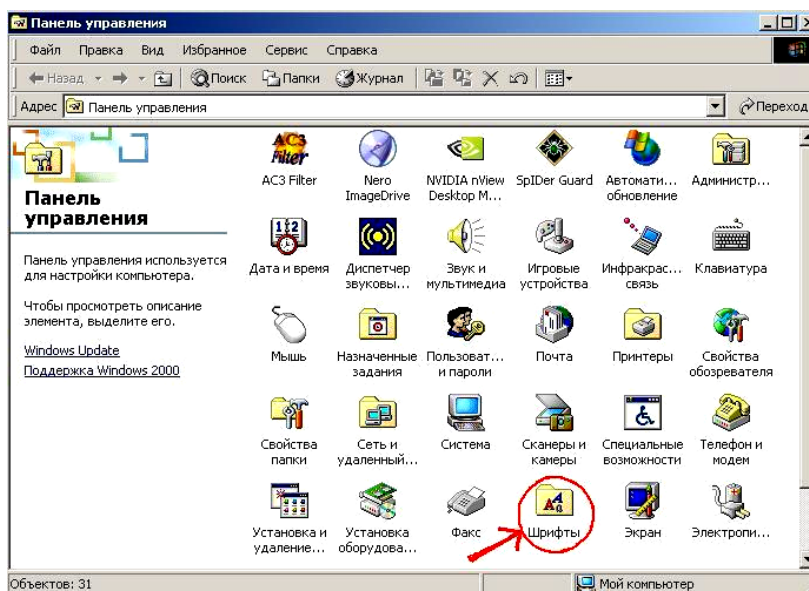

рис.1 Панель управления.
1. Для установки шрифтов нажмите кнопку «ПУСК» выберите команду « НАСТРОЙКА / ПАНЕЛЬ УПРАВЛЕНИЯ / ШРИФТЫ» (рис. 1) а затем дважды щёлкните по значку.